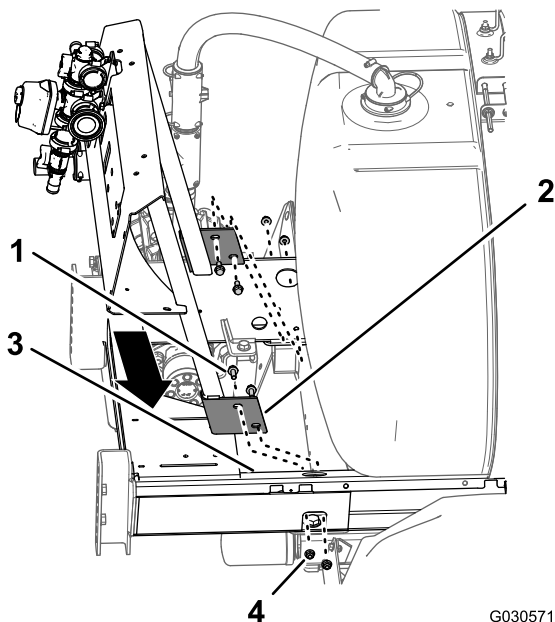

Рисунок 100
1. Совместите отверстия во фланце крепления коллектора для системы с 10 клапанами опрыскивателя с отверстиями в раме ходовой части опрыскивателя (Рисунок 100).
2. Установите крепление коллектора на шасси опрыскивателя (Рисунок 100) при помощи 4 болтов с фланцевыми головками ($\frac{3}{8}$ x 1 дюйм) и 4 фланцевых контргаек ($\frac{3}{8}$ дюйма), снятых при выполнении пункта 3 в разделе 18 Снятие крепления коллектора для системы с 3 секциями стрел \(страница 49\).